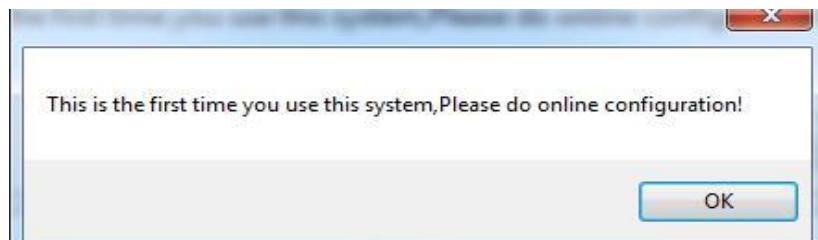

Figura 3-35 Configuração on-line
- Clique duas vezes no ícone **Conductor**. Ao executar o software pela primeira vez, ele vai mostrar configuração on-line, como mostrado na figura 3-35. Clique em [OK], a caixa de diálogo na figura 3-36 vai aparecer, depois clique na configuração de software. Na figura 3-37 a seguir, a caixa de diálogo aparece, a configuração de software é bem-sucedida.